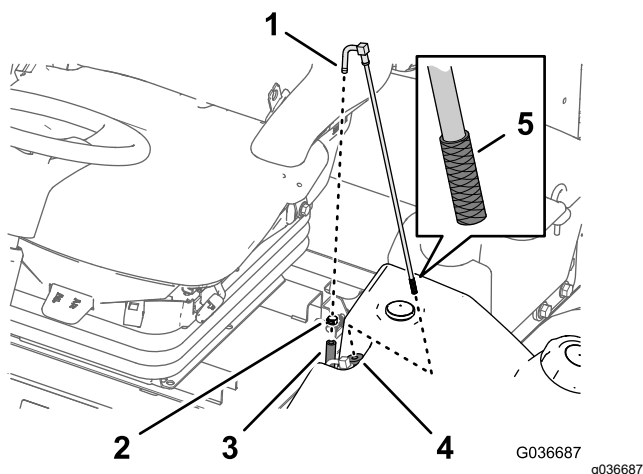

図 97
1. 燃料供給ホースを燃料供給チューブに固定しているホースクランプを外す 図 97。
2. フィッティングからホースを取り外す 図 97。
3. 燃料タンクから燃料供給チューブを取り出す 図 97。
いるごみていねいに取り除く 図 97。
給チューブを挿入する 図 97。